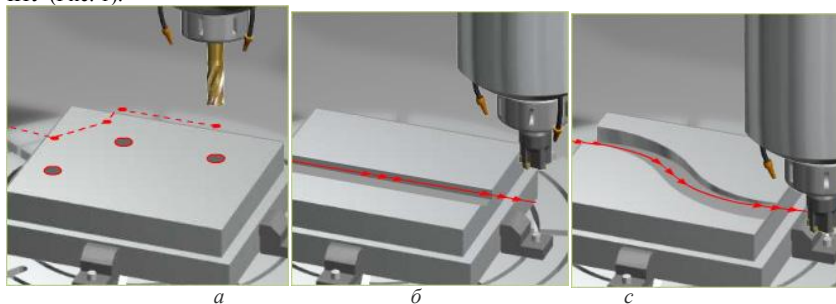

Рис. 1 Системы ЧПУ: а – позиционная; б – прямолинейная; с - контурная
- контурные системы ЧПУ (Рис. 1).